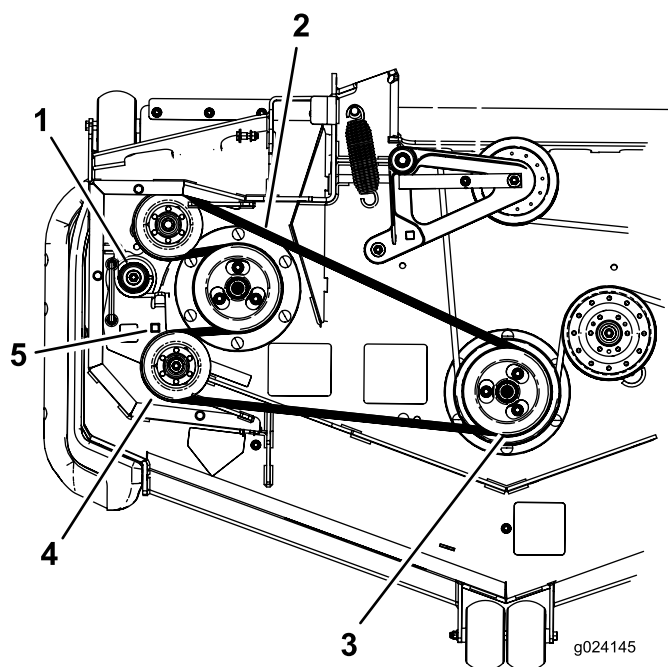

Figure 76
7. Insérez un rochet dans le trou carré du bras de la poulie de tension pour détendre le ressort de la poulie de tension (Figure 76).
8. Enlevez la courroie de la poulie du tablier de coupe (Figure 76).
9. Enlevez la courroie des poulies restantes (Figure 76).
10. Insérez le rochet dans le trou carré pour chauffer la courroie sur les poulies du tablier de coupe et les poulies de tension (Figure 76).